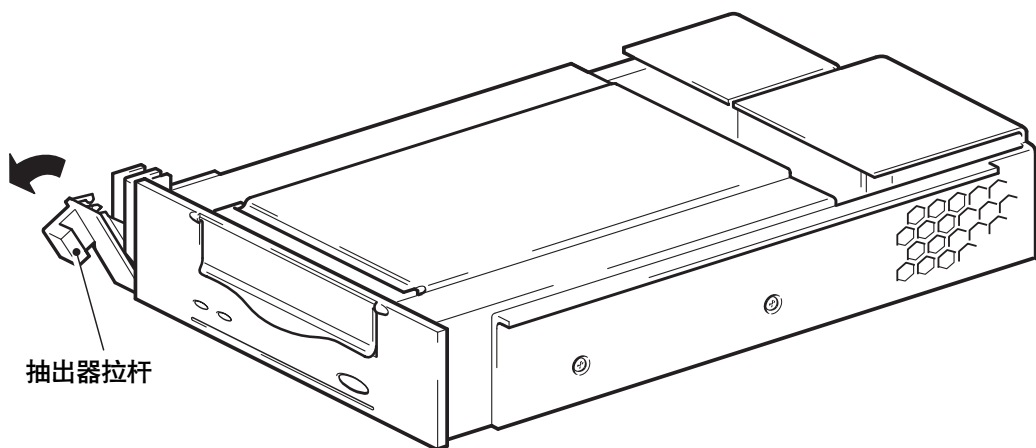

图 4a: 抽出器拉杆处于伸出位置
- 1** 在安装磁带机之前，确保抽出器拉杆处于完全打开位置（即拉出状态），如图 4a 所示。